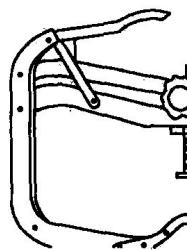

图 1-6 气门弹簧拆装架
(6) 气门弹簧拆装架 气门弹簧拆装架是一种专门用于拆装顶置气门弹簧的工具，如图 1-6 所示。